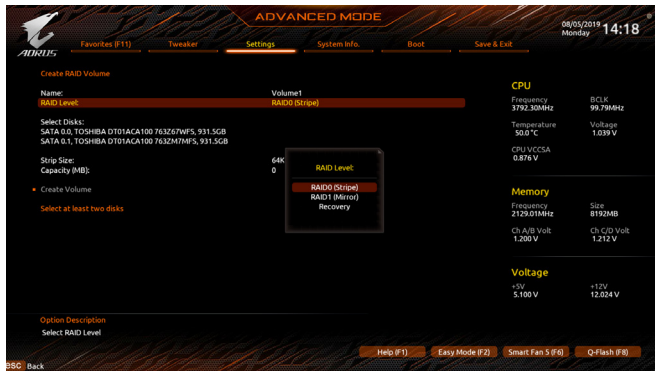

图4
在「Intel(R) Rapid Storage Technology」画面时，请在「Create RAID Volume」选项按<Enter>键，进入「Create RAID Volume」画面，首先在「Name」选项自订磁盘阵列名称，字数最多可至16个字母但不能有特殊字符，设置好后按<Enter>键。接着使用下键移动至「RAID Level」选项选择要制作的RAID模式(图4)。RAID模式选项有：RAID 0、RAID 1、RAID 10及RAID 5(可选择的RAID模式会依据所安装的硬盘总数而定)。选择好RAID模式后，再按下键移动至「Select Disks」选项。